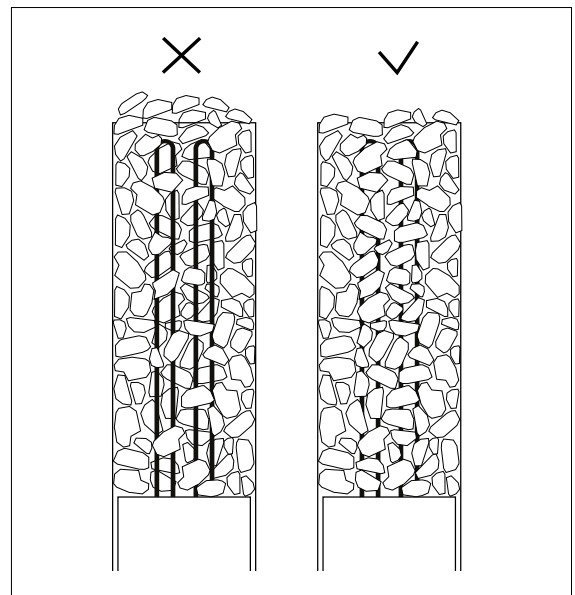

Abbildung 14. Auflegen der Saunaofensteine
- Die Saunaofensteine werden so dicht wie möglich an den äußeren Rand des Steinfachs gelegt, so dass die Heizelemente nicht sichtbar sind. Eine dichte Schicht schützt die umgebenden Materialien des Ofens vor Überhitzung (siehe Abbildung 14).
- Stapeln Sie die Steine nicht auf den Ofen (siehe Abbildung 14). Die Inspektion und Neuordnung der Saunaofensteine sollte alle sechs Monate erfolgen, und die Steine sollten alle 2-3 Jahre ausgetauscht werden.